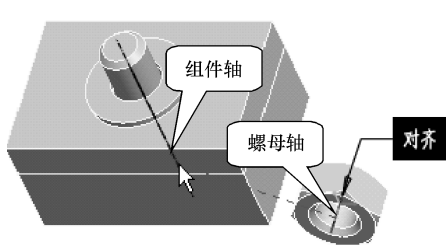

图 9-56 设置对齐参照
④ 插入第 5 个零件
(1) 单击【工程特征】工具栏中的【装配】按钮，弹出【打开】对话框，选择“luomu.prt”，单击【打开】按钮，将其装入装配界面。
(2) 在【装配】操控板，单击【放置】按钮，弹出【放置】下滑面板，在【约束类型】下拉列表框中选择【对齐】选项。
(3) 在图形区选取螺母的轴线作为元件参照，选择组件的轴线作为组件参照，如图 9-56 所示，完成螺母放置在被连接件内，不便选取参照。